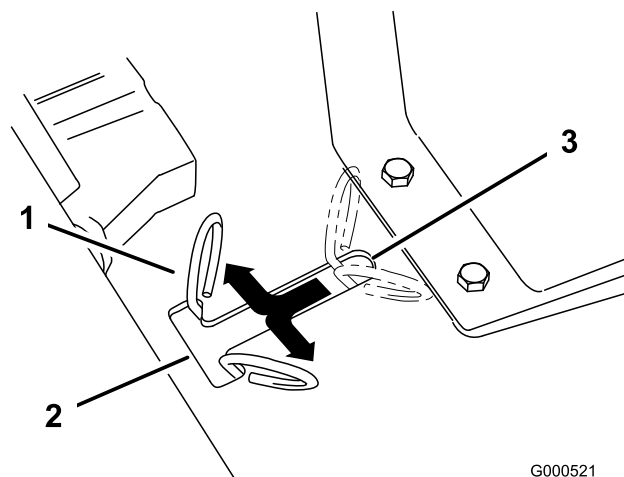

Figura 15
3. Alzate il sedile per raggiungere le leve di bypass (Figura 15).
4. Spostate in avanti le due leve di bypass, quindi verso l'esterno per bloccarle in questa posizione, come illustrato in Figura 15.
Spostate le leve di bypass verso l'interno, quindi tiratele indietro fino in fondo alla fessura (Figura 15).